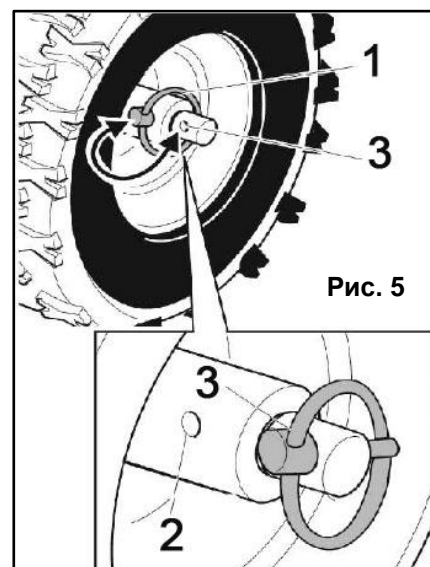

Рис. 5
- Для облегчения управления снегоуборщиком при умеренном количестве снега, а также при работе на неровной поверхности, левое колесо снегоуборщика можно разблокировать. Для этого переставьте стопорный палец с кольцом (1) (См. Рис.5), который жестко крепит колесо на оси, в отверстие (3) оси привода.
- При большом количестве снега, а также при обледеневшей поверхности оба колеса снегоуборщика должны быть жестко закреплены на оси привода. Для этого совместите отверстие (2) в ступице колеса с отверстием оси привода и вдвиньте стопорный палец (1) в отверстие (2).